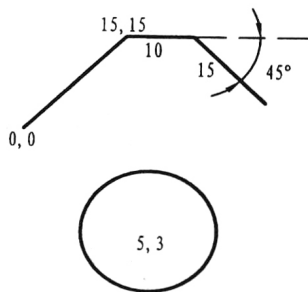

图 1-2 Auto CAD 绘图举例
(1) 非交互式软件,如 C 语言等编程绘图软件(被动式),用户使用这种软件时需要具备一定的基础知识,一般的绘图应用人员较少采用这种软件。
(2) 交互式软件,通用绘图软件多为交互式,如 AutoCAD,用户可按交互对话方式指挥计算机。这种软件简单易学,不需要太多的其他基础知识。目前,计算机绘图的通用软件很多,使用方式大同小异,这里仅以目前应用最为广泛的通用绘图软件 AutoCAD 为例,列举几个简单例子,如图 1-2 所示。AutoCAD 的交互方式是在提示行处于命令(Command:)状态时,用户输入一个命令,计算机即提示输入坐标点等,例如: